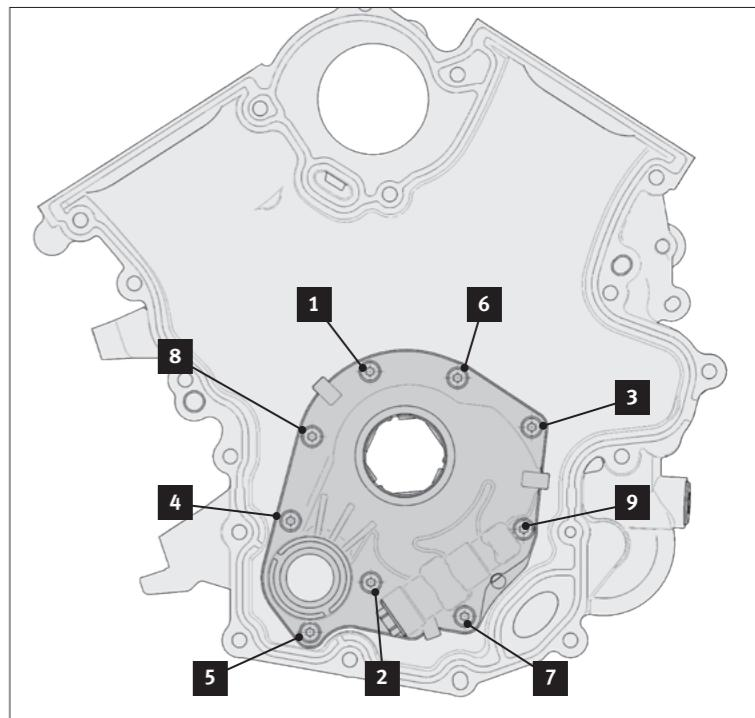

Abb. 2/Fig. 2/Puc. 2/图2
- 安放泵盖 (2)。
- 根据规定拧紧螺栓 (1) (图 2)。